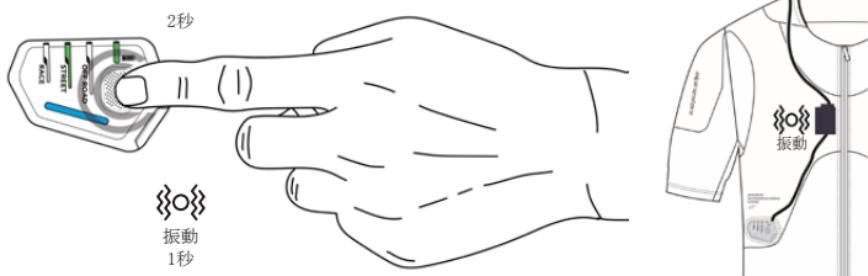

図10：ディスプレイボタン (3a) を 2 秒間押してライディングモードを変更します。
前述の通り、本システムには以下3つのライディングモードがあります。ストリートモード、レースモード、オフロードモードシステムが正しく起動した後、ユーザーはディスプレイボタン (3a) を2秒間押すだけで、3つの異なるライディングモードを簡単に切り替えることができます（図10）。ライディングモードLED (3c) に緑色のLEDが点灯し、現在システムで実行中のライディングモードが表示されます。また、起動ジップ (2) 付近で約1秒間の短い振動が感じられ、ライディングモードの変更が示されます。